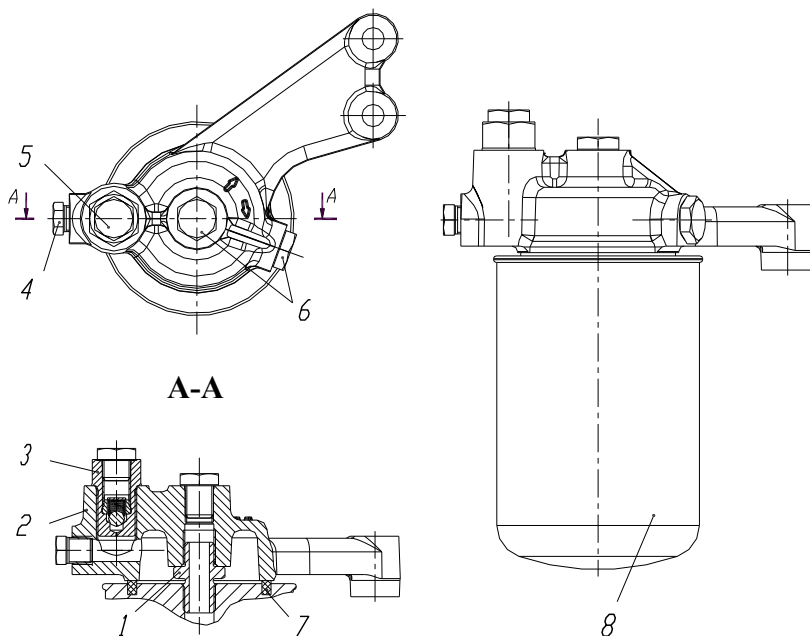

Рис. 76. Фильтр тонкой очистки топлива со сменным фильтром:
8. Отвернуть сменный фильтр для топлива 8 (см. рис. 76). В случае затруднённого отворачивания фильтра использовать специальный съёмник.